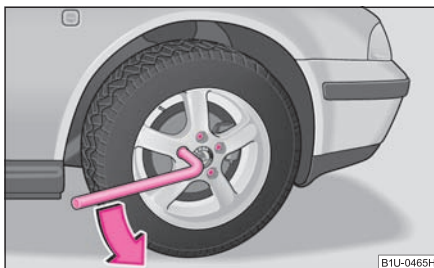

Fig. 169 Înlocuirea roții: Slăbirea prezoanelor de roată
- Prindeți cu mâna capătul cheii* și rotiți șurubul cca. **o** rotație spre stânga ⇒ fig. 169.